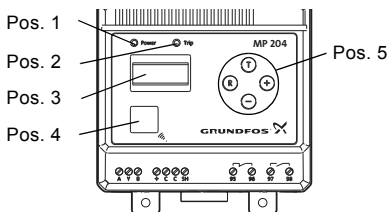

Fig. 14 Manöverpanel
När motorn gått kontinuerligt i två minuter, visas LRN i displayen under cirka 5 sekunder, medan värdena lagras i MP 204. Se fig. 14, pos. 3.